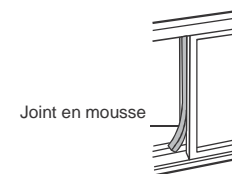

Fig 15
5. Couper le joint en mousse à une longueur appropriée et sceller l'espace ouvert entre le châssis de la fenêtre supérieure et le châssis de la fenêtre extérieure. Fig.15